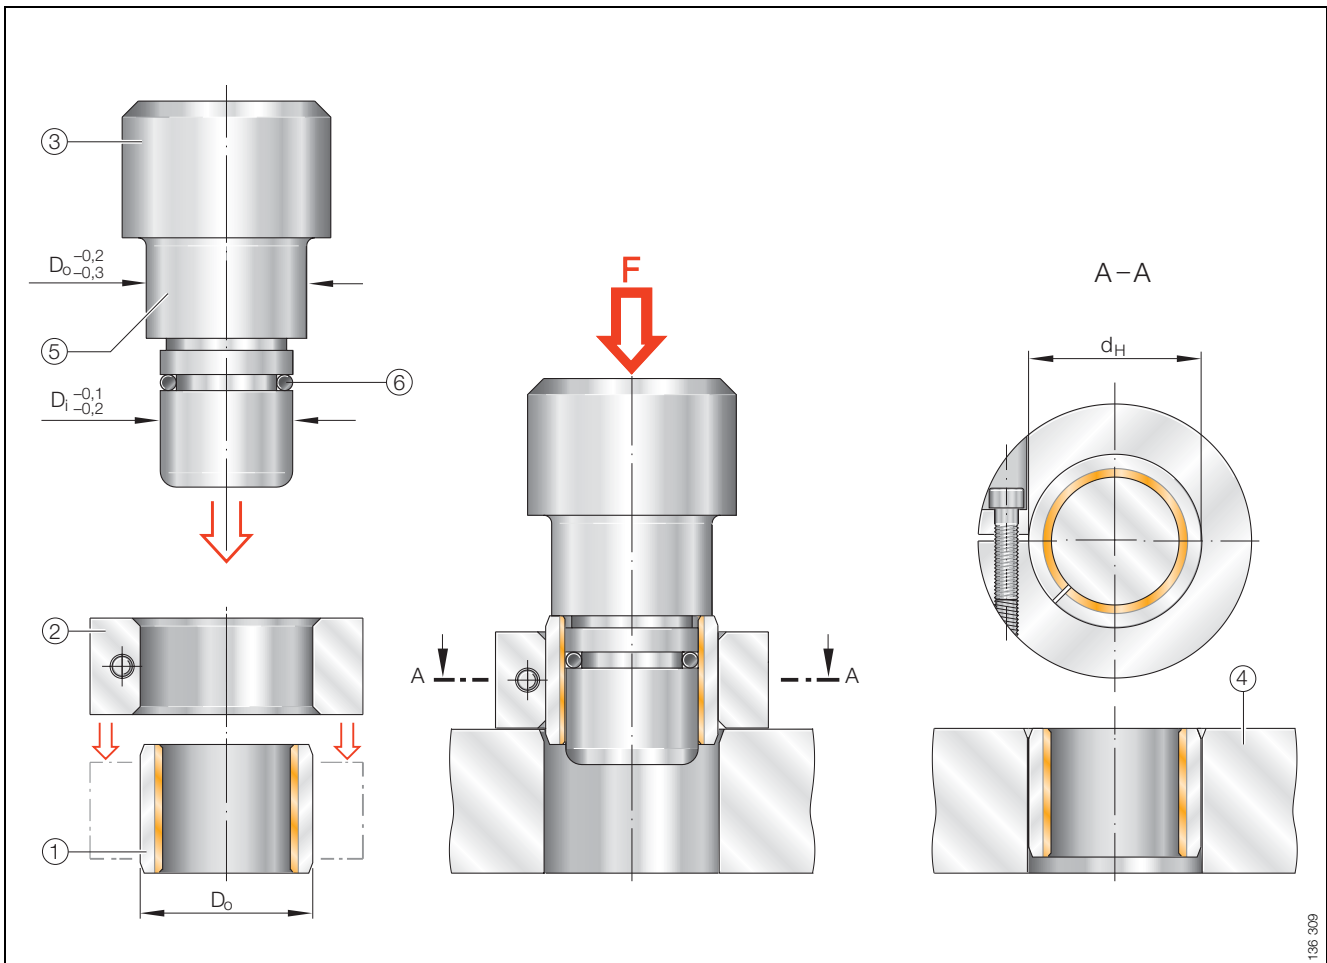

Figura 24 · Montaje a prensa de casquillos,  $D_o \geq 55$  mm, con anillo auxiliar
- Montaje a prensa, con punzón y anillo auxiliar, según figura 24, página 31.